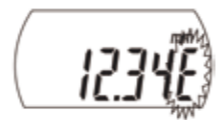

图3
2. 数显型厚度表的测杆在动作过程中，最后一位E显示后立刻消失，该情况不是异常。但在静止状态时显示E则需要修理(图3)